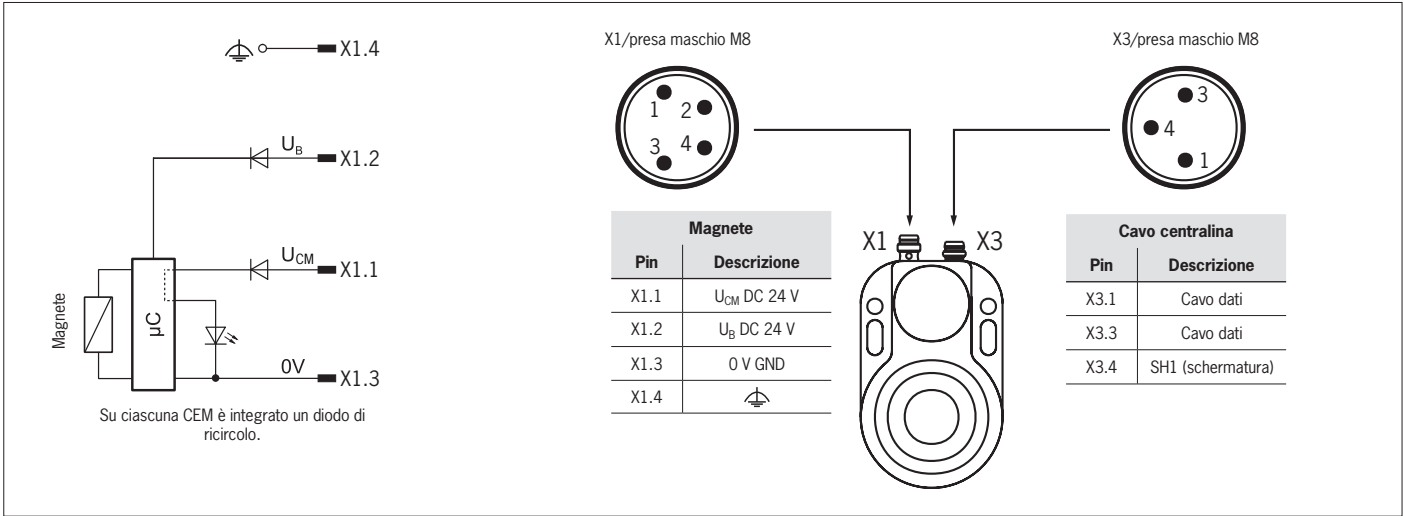

Fig. 4: Schema di collegamento
- Per lo schema di collegamento, vedi Fig. 4.